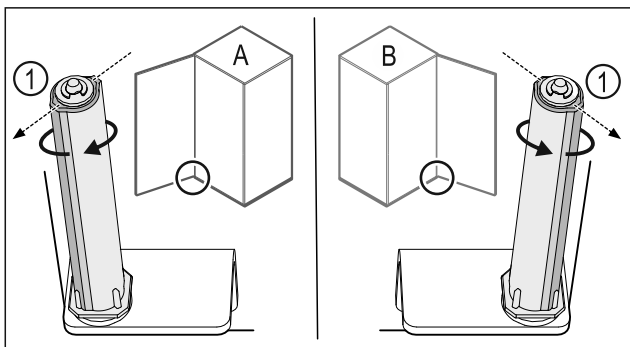

Fig. 23 Feste på venstre side (A) / feste på høyre side (B)
- ▶ Drei lukkesystemet mot motstanden til rillen på lukkesystemet Fig. 23 (1) peker utover.